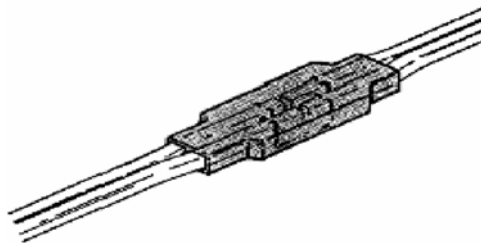

Рис. 13.3. Пары жил, введенные в UDW2.
13.1.3. Соблюдая полярность проводников, ввести до упора в отверстия соединителя UDW2 пару жил сначала с одной стороны, а затем, удерживая первую пару в соединителе, ввести вторую пару (рис. 13.3).